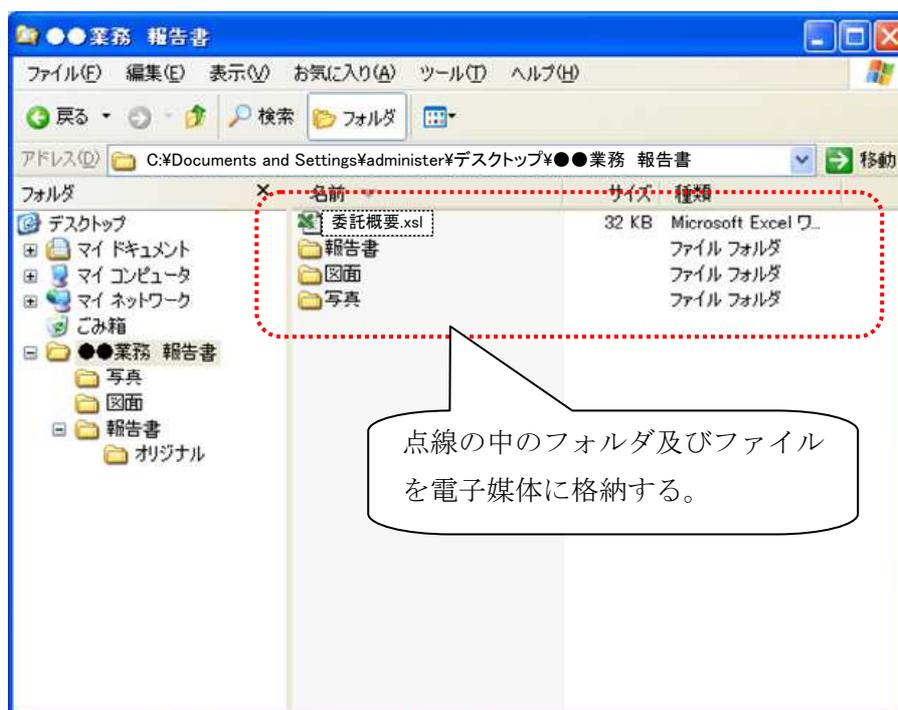

図 2-9 電子成果品のCD格納イメージ（パソコンの画面例）
- ・ パソコンのハードディスク等に新たにフォルダを作成し、「2.5 電子成果品の作成」に従って作成した「委託概要」「報告書」「図面」「写真」等のファイル及びフォルダを格納する。（CD格納イメージを図 2-9 電子成果品のCD格納イメージ（パソコンの画面例）に示す。）